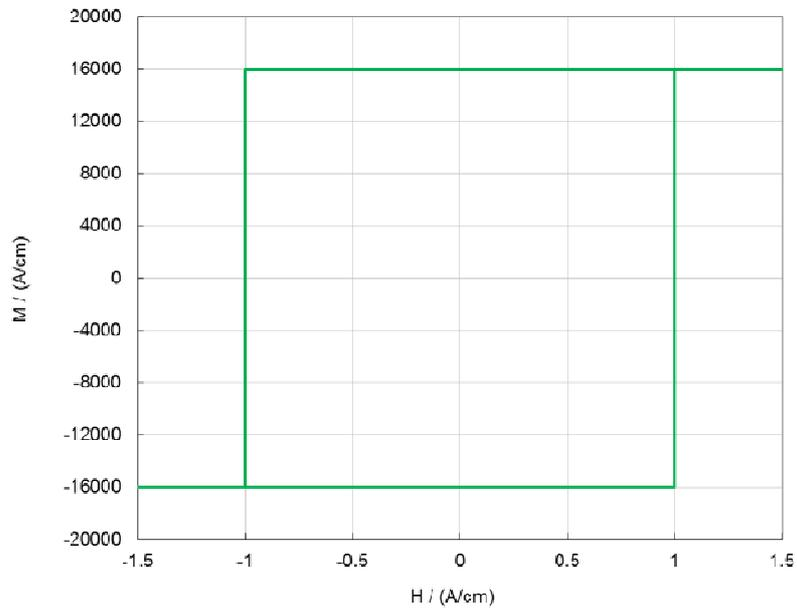
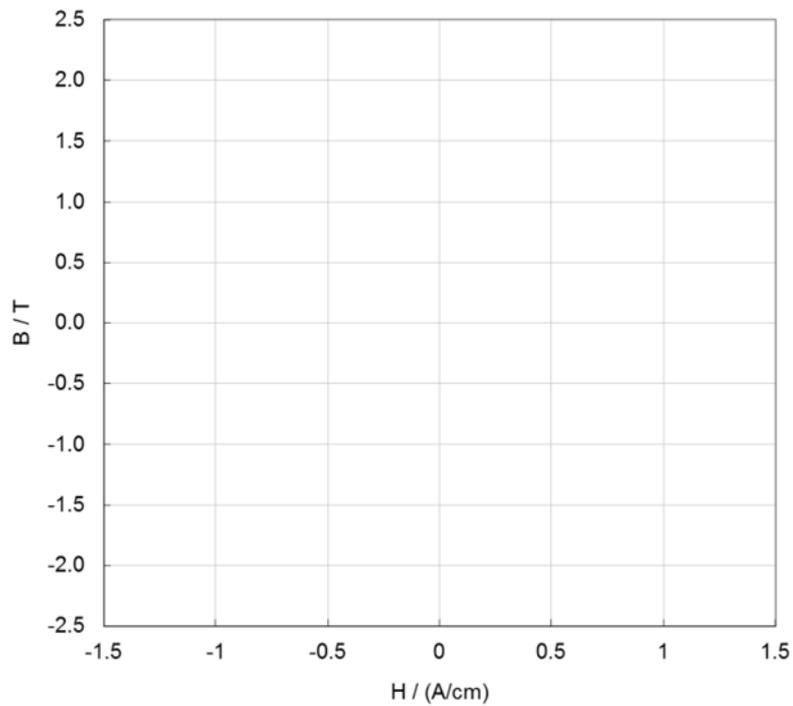

Bild A2-2
Bild A2-3
Bild A2-2 zeigt nun die Magnetisierungskurve $M(H)$ eines ferromagnetischen Werkstoffs bei $T = 0 \text{ }^\circ\text{C}$.
b) Geben Sie den Wert für die Sättigungsmagnetisierung M_S und die Koerzitivfeldstärke H_C für den Werkstoff aus Bild A2-2 an. Berechnen Sie anschließend die Remanenzflussdichte B_R und geben Sie die Steigung m_B von $B(H)$ an. Zeichnen Sie dann die magnetische Flussdichte B in Abhängigkeit der magnetischen Feldstärke H in Bild A2-3 ein. (3 Punkte)
c) Entsprechend dieses Schaubilds, um welchen Werkstoff handelte es sich in *Bild A2-2* bzw. im Aufgabenteil b)? **(1 Punkt)**